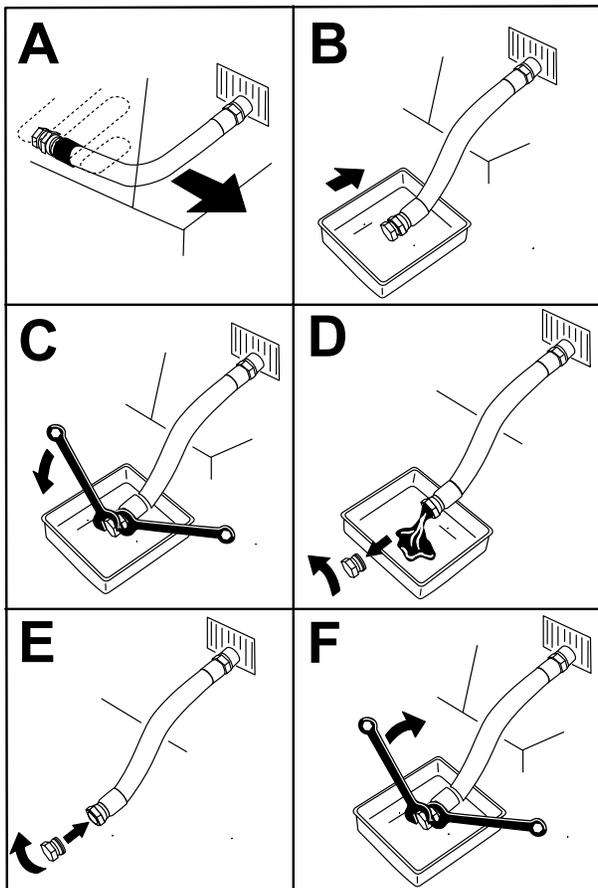

Figure 45
- Avant de quitter la position d'utilisation, coupez le moteur, enlevez la clé de contact et attendez l'arrêt complet de toutes les pièces mobiles (Figure 45).